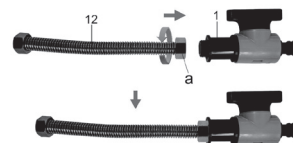

Рис. 1.
а) Накрутите гайку (а) на гибком шланге (12) на резьбу коннектора (1) и затяните. (Рис. 1)